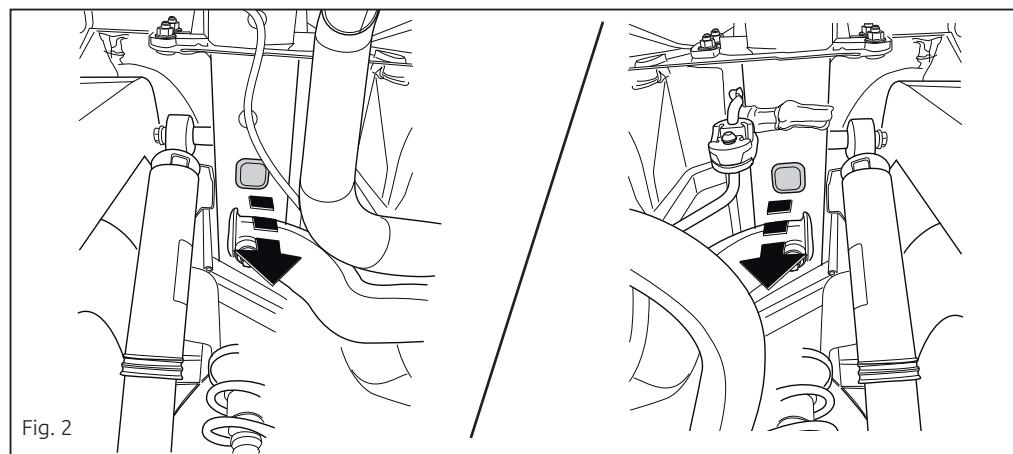

Fig. 2
3. Remove the rubber caps at the points indicated (see fig. 2).
3. Enlever les bouchons en caoutchouc à l'emplacement des points indiqués (voir la fig. 2).
3. Retirar a la altura de los puntos indicados los tapones de goma (véase la fig. 2).